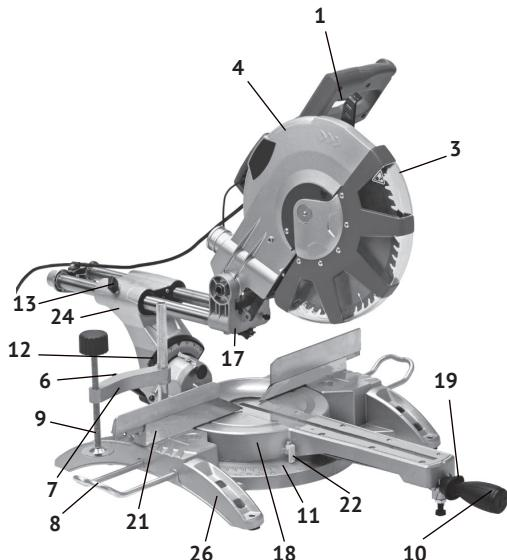
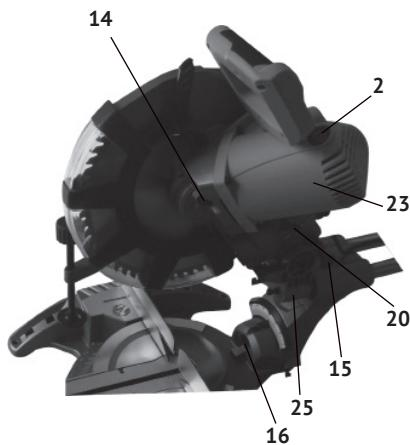
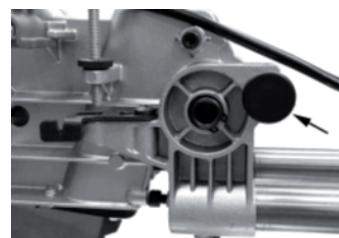
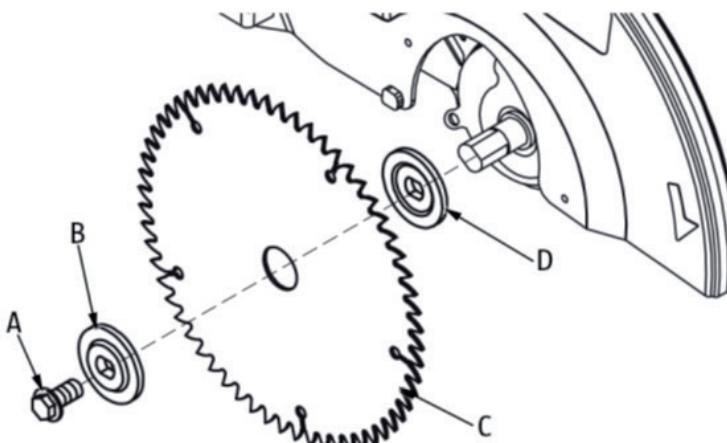

рис.1
рис.2
рис. 3
рис.4
1.1.2 Основным несущим узлом режущего блока пилы является металлический редуктор, выполненный заодно с верхним защитным кожухом диска (рис.1 поз.4). К редуктору крепится пластиковый корпус двигателя (рис.2 поз.23), с закреплённой на нём рукояткой. Вертикальное перемещение режущего блока для реза обеспечивает суппорт вертикального перемещения (рис.2 поз.25). Возвратная пружина на оси суппорта, возвращает режущий блок в исходное положение. Горизонтальное движение по направляющим (рис.2 поз.17) и отклонение (вправо/влево) от вертикальной оси обеспечивает суппорт наклона и горизонтального перемещения (рис.1 поз.24).
1.1.3 Рабочий стол (рис.1 поз.18), вместе с режущим блоком, имеет возможность смещения (вправо/влево) относительно основания (рис.1 поз.26) и параллельного упора (рис.1 поз.21), в который упирается обрабатываемая заготовка. Таким образом обеспечивается косой (от 0 до 45°) рез материала (брус, доска, планка и т.п.).
2. Вытянуть фиксатор (рис. 2 поз.15), указан стрелкой на рис.3.
- включение/выключение пилы осуществляется нажатием на клавишу выключателя (рис.1 поз.1).
4. Нажмите на фиксатор шпинделя (рис.2 поз.14), удерживая фиксатор шпинделя поверните диск по оси вращения, до момента фиксации.
5. Удерживая фиксатор шпинделя (рис.2 поз.14), открутите центральный болт А (рис. 4)
6. После откручивания болта А (рис.4) с левой резьбой, снимите прижимной фланец В (рис.4) и пильный диск С (рис.4). При этом опорный фланец D (рис.4) должен оставаться на месте.
7. Очистите прижимной В (рис.4) и опорный D (рис.4) фланцы от продуктов распила перед монтажом нового диска.
- для установки угла поворота ослабьте фиксирующую рукоятку (рис.1 поз.10), и, надавливая на рычаг-фиксатор (рис.1 поз.19), установите необходимый угол распила. Затем надежно затяните фиксирующую рукоятку.
- пила обладает возможностью продольного движения режущего блока в процессе распиливания по двум трубчатым направляющим (рис.2 поз.17).
- для осуществления возможности продольного движения режущего блока необходимо ослабить фиксатор (рис.1 поз.13).